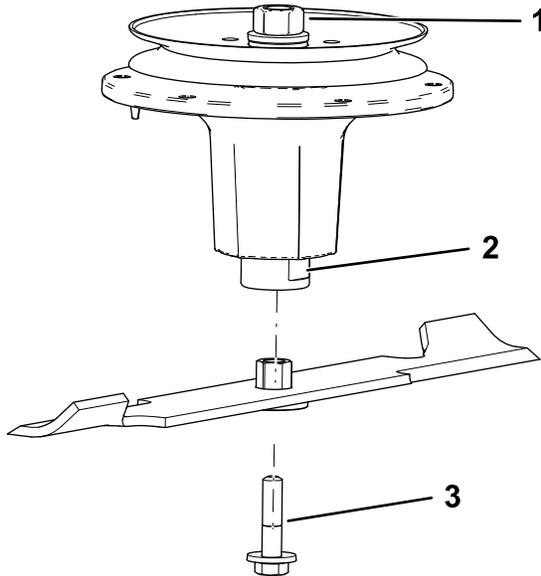

Bild 9
2. Montieren Sie die Buchsen-/Messerbaugruppe auf der Spindelwelle (**Bild 9**).